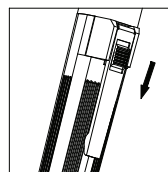

fig.1
- Mettez l'appareil en marche (ou arrêtez-le) en poussant le bouton vers le bas (ou vers le haut) tel qu'illustré sur la **figure 1** ;